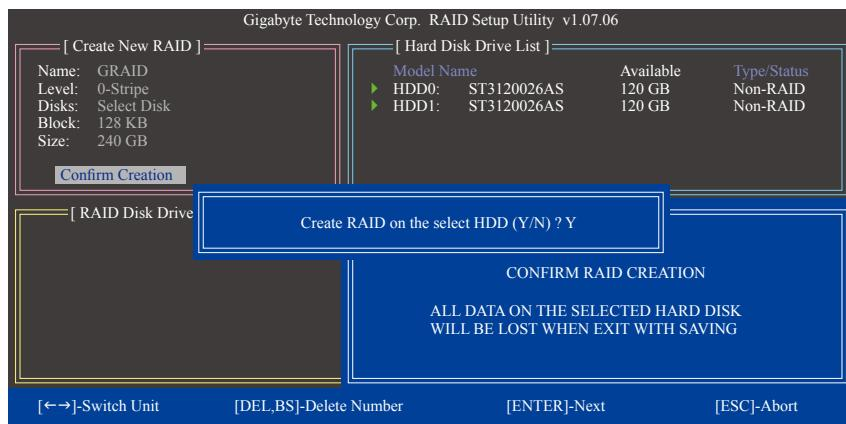

图7
- 确认建立磁盘阵列(Confirm Creation): 完成以上设置后光标将自动跳至「Confirm Creation」项目, 请按 $<Enter>$ 键, 当确认信息出现时, 确定制磁盘阵列请按 $<Y>$ , 取消请按 $<N>$ (图7)。